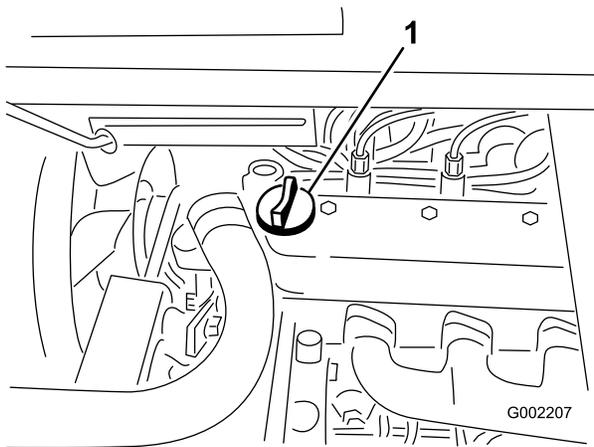

Figure 19
3. Si le niveau d'huile est bas, retirez le bouchon de remplissage du couvre-culasse (Figure 19) et ajoutez la quantité d'huile nécessaire pour amener le niveau au repère maximum sur la jauge. Reportez-vous à la section Entretien de l'huile moteur, sous Entretien du moteur, pour connaître le type d'huile et la viscosité qui conviennent. Versez l'huile lentement et vérifiez souvent le niveau durant la procédure. Ne remplissez pas excessivement.